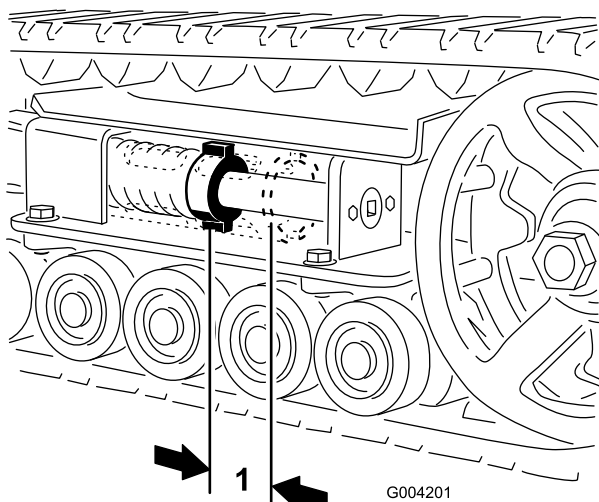
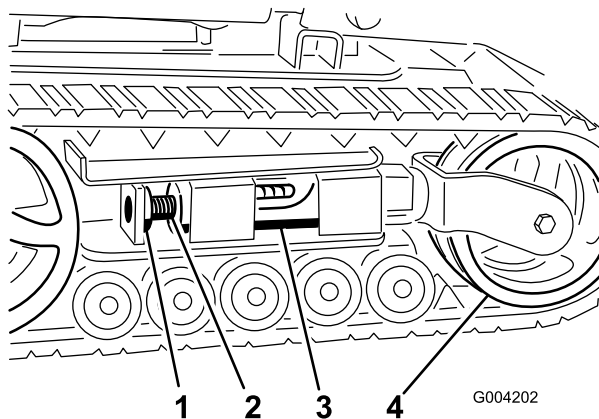
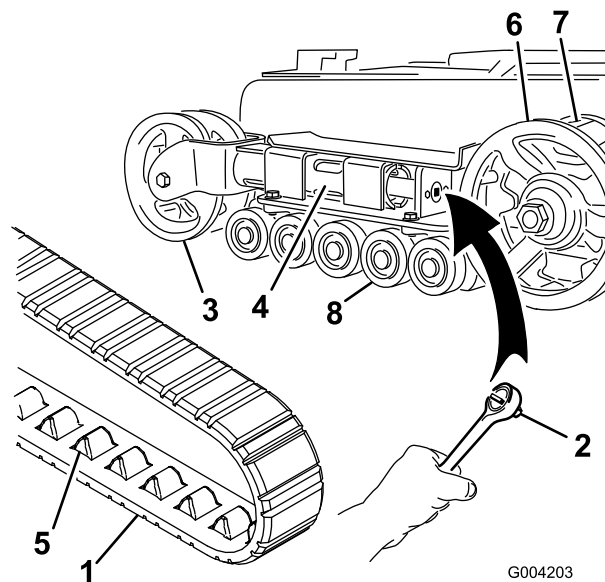
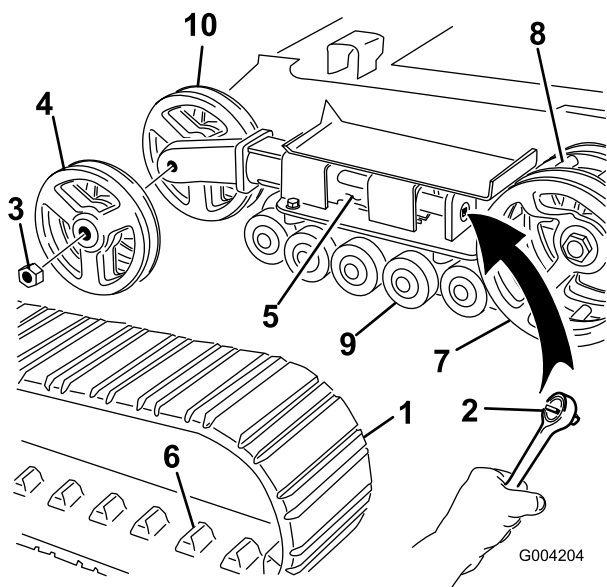

Figure 41
Figure 42
Figure 43
Figure 44
L'écrou de tension et l'arrière du tube de tension doivent être distants de 7 cm (Figure 41). Si ce n'est pas le cas, réglez la tension des chenilles comme suit :
3. Enlevez le boulon et l'écrou de blocage (Figure 42).
4. À l'aide d'une clé à douille de 13 mm (1/2") (Figure 43), tournez la vis de tension dans le sens antihoraire jusqu'à obtention d'un espacement de 7 cm entre l'écrou de tension et l'arrière du tube de tension (Figure 41).
5. Alignez l'encoche la plus proche dans la vis de tension avec le trou du boulon de blocage et fixez la vis avec le boulon et l'écrou de blocage (Figure 42).
4. À l'aide d'une clé à douille de 13 mm (1/2"), tournez la vis de tension dans le sens horaire pour détendre la transmission (Figure 42 et Figure 43).
5. Poussez la roue de tension vers l'arrière de la machine pour appuyer le tube de tension contre le châssis (Figure 43). (S'il ne touche pas le châssis, continuez de tourner la vis de tension jusqu'à ce qu'il le touche).
7. Lorsque la chenille est déchaussée, retirez-la du pignon d'entraînement et des galets de roulement (Figure 43).
8. Pour installer la chenille neuve, commencez par l'enrouler autour du pignon, en veillant à ce que les crampons s'engagent correctement entre les dents du pignon (Figure 43).
9. Poussez la chenille sous et entre les galets de roulement (Figure 43).
11. Tournez la vis de tension dans le sens anti-horaire, de manière à obtenir un écartement de 7 cm entre l'écrou de tension et l'arrière du tube de tension (Figure 41).
4. À l'aide d'une clé à douille de 13 mm (1/2"), tournez la vis de tension dans le sens horaire pour détendre la transmission (Figure 42 et Figure 44).
(Figure 44). (S'il ne touche pas le châssis, continuez de tourner la vis de tension jusqu'à ce qu'il le touche).
6. Retirez l'écrou de fixation de la roue de tension extérieure et déposez la roue (Figure 44).
7. Déposez la chenille (Figure 44).
8. Retirez l'écrou de fixation de la roue de tension intérieure et déposez la roue (Figure 44).
12. Posez la roue de tension intérieure et fixez-la avec l'écrou retiré précédemment (Figure 44).
14. Posez la chenille neuve en prenant soin que les crampons s'engagent entre les dents au centre du pignon (Figure 44).
15. Posez la roue de tension extérieure et fixez-la avec l'écrou retiré précédemment (Figure 44).
17. Tournez la vis de tension dans le sens anti-horaire, de manière à obtenir un écartement de 7 cm entre l'écrou de tension et l'arrière du tube de tension (Figure 41).